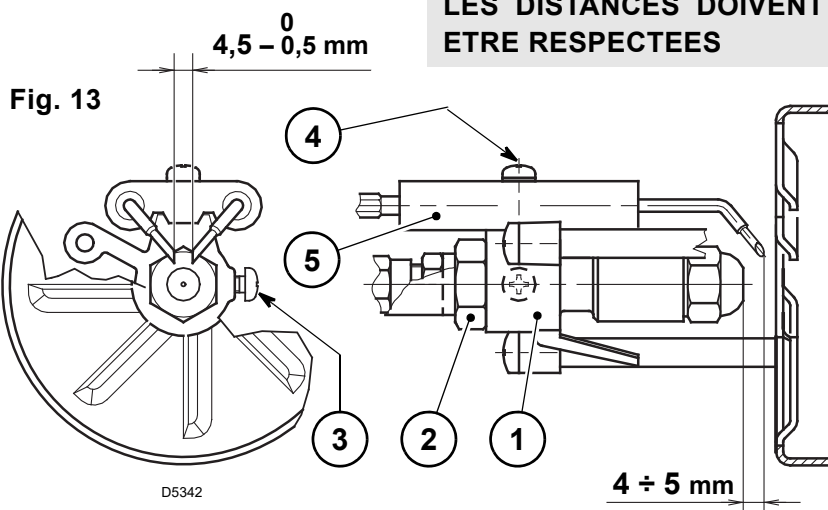

Fig. 13
- Accrocher le brûleur à la bride (1), enlever le gueulard (2) après avoir desserré les vis (3).
- Débrancher les câbles (4) des électrodes, enlever de la ligne porte gicleur le support de l'accroche flamme (5) après avoir desserré la vis (3, Fig. 13, page 7).
- **Visser correctement le gicleur (6) en le serrant comme indiqué en figure.**
- Dans la version à tête longue, la clé de prise (7) doit bloquer la partie de rallonge qui porte le gicleur.
- Enlever la ligne porte gicleur (1) après avoir desserré les vis (2), dévissé l'écrou (3), débranché les câbles (4) de la boîte de contrôle et la capteur flamme (5).
- Débrancher les câbles (4) des électrodes, enlever de la ligne porte-gicleur (1) le support de l'accroche-flamme (8) après avoir desserré la vis (3, Fig. 13).
- **Visser correctement le gicleur (9) en le serrant comme indiqué en figure.**
- Dans la version à tête longue, la clé de prise (10) doit bloquer la partie de rallonge qui porte le gicleur.
## 4.4 REGLAGE DES ELECTRODES (Voir Fig. 13)
- Changer le gicleur, (voir Fig. 12, page 7) et contrôler si les électrodes sont placées correctement (Fig. 13, page 7).